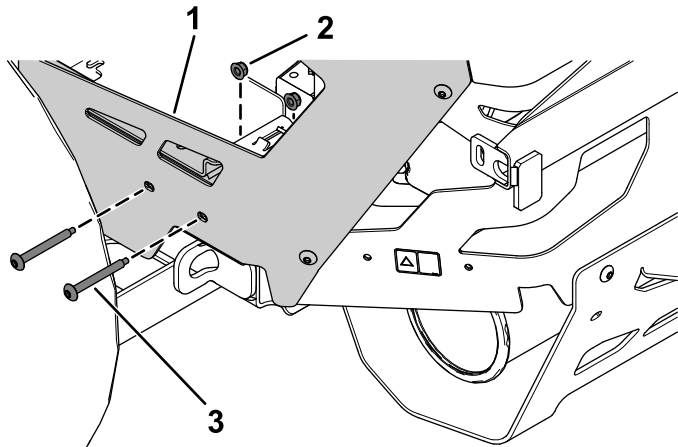

Figura 8
2. Rimuovete i 2 bulloni a stella e i 2 dadi dalla protezione posteriore sinistra (Figura 8).